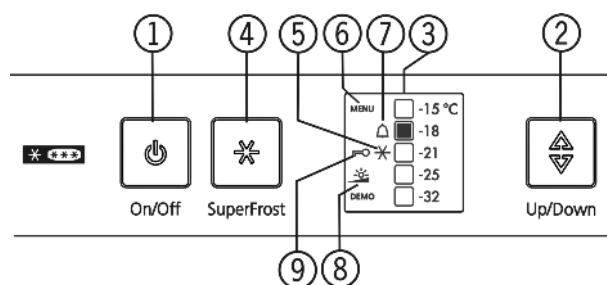

Fig. 3
- Simbol SuperFrost Fig. 3 (5) trepće zajedno s indikatorom temperature.